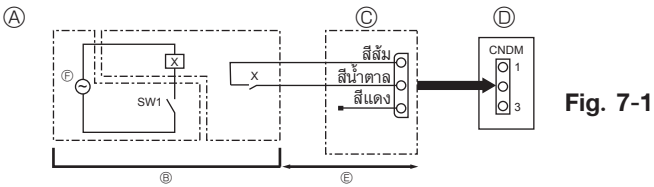

Fig. 7-1
7.1. โหมดเสียงรบกวนต่ำ (การปรับเปลี่ยนหน้างาน) (Fig. 7-1)